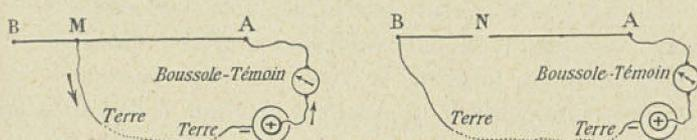

Fig. 35.
*Vérifier un contact à la terre.* — Soit AB le fil à vérifier (fig. 35, I). Isolons l'extrémité B : joignons l'extrémité A au pôle positif de la pile ou de l'accumulateur en intercalant entre les deux la boussole-témoin, et réunissons le négatif de la pile à la terre. Si l'aiguille aimantée de la boussole se dévie, c'est que le fil AB touche en quelque endroit la terre qui fait alors fonction de fil de retour.
*Vérifier une rupture.* — Il suffira, dans la disposition précédente (fig. 35, II), de mettre l'extrémité B à la terre : s'il n'y a pas de rupture le courant passera et s'il y a une rupture, l'aiguille aimantée restera immobile.